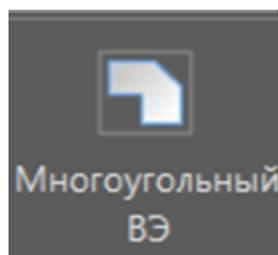

Рис. 5.21
- кнопка “Многоугольный ВЭ” - создает видовой экран произвольной формы путем выбора точек, определяющих его границы (рис. 5.21)